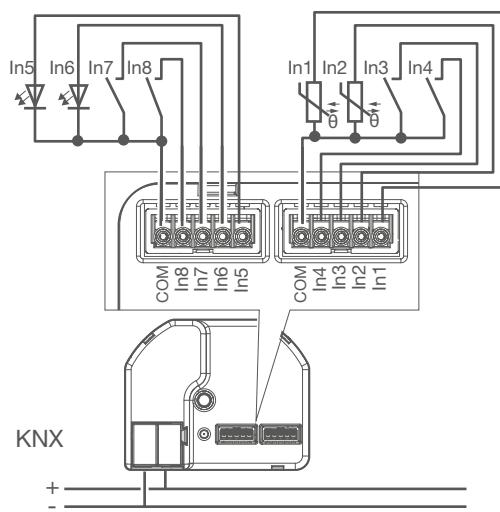

Bild 4: Anschlussbeispiel Tasterschnittstelle 8fach
- ④ Taster, Schalter, Kontakte, LED oder NTC gemäß Anschlussbeispiele mit beigelegten Anschlussleitungen (Bild X) anschließen (Bild 4). Nicht verwendete Adern sind zu isolieren.